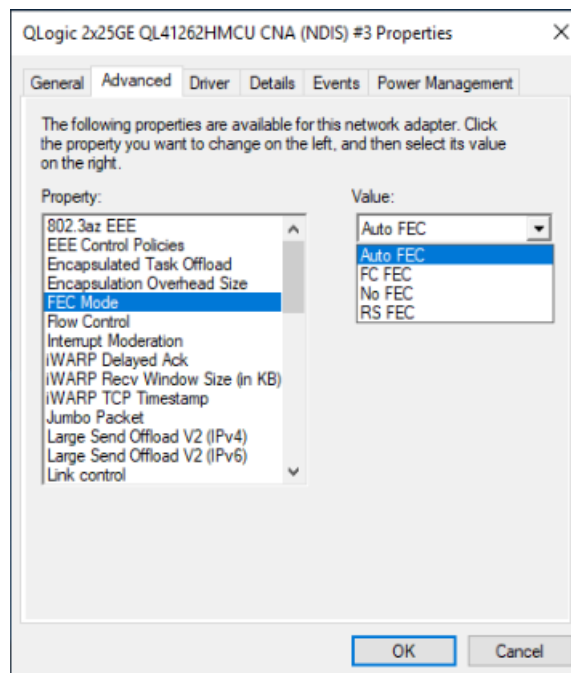

Ilustración 3-13. Establecer la propiedad FEC Mode (Modo FEC)
- b. En el menú Value (Valor), seleccione un valor válido (consulte la Ilustración 3-13).